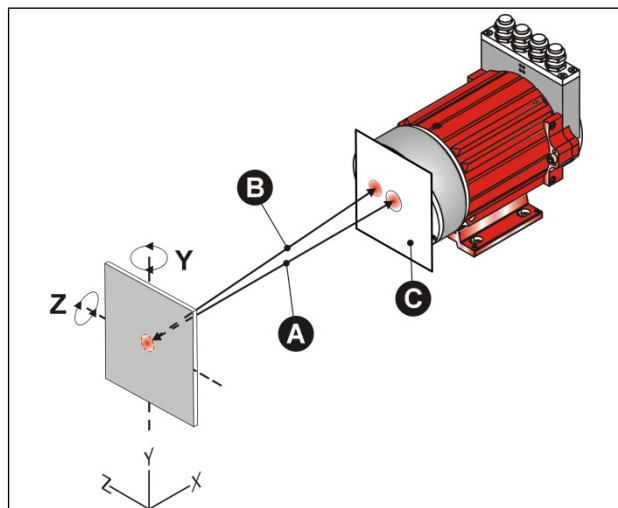
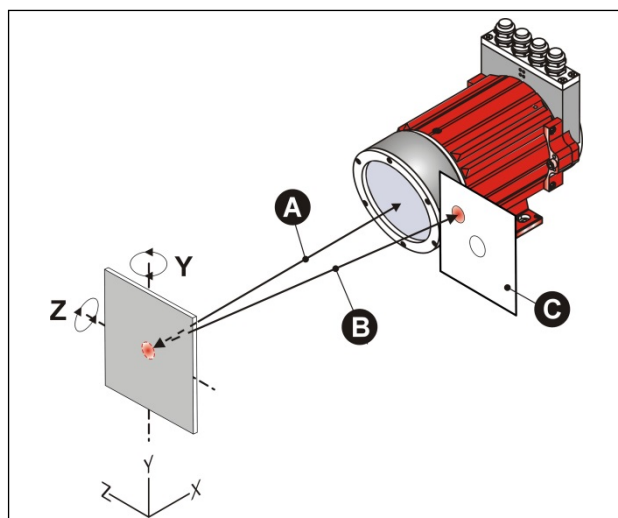

Abbildung 6: Ermittlung der Oberflächenreflektion
Abbildung 7: Wegleitung der Oberflächenreflektion
- **Abbildung 6: Ermittlung der Oberflächenreflektion:**
- Blatt-Papier (C) vor der Laseroptik so zentrieren, dass der Laserstrahl ungehindert durch ein ca. 2 cm großes Loch austreten kann. Das Störsignal (B) sollte jetzt auf dem Blatt-Papier (C) sichtbar werden. Zur besseren Auffindung des Störsignals (B) kann die Reflektorfolie auch etwas hin und her bewegt werden. Hierbei gilt: Einfallswinkel = Ausfallswinkel
- **Abbildung 7: Wegleitung der Oberflächenreflektion:**
- Reflektorfolie in der Y- oder in der Z-Achse so verdrehen, dass sich das Störsignal (B) sicher außerhalb der Laserlinse befindet. Die Neigung der Reflektorfolie dabei trotzdem möglichst gering halten, um Messfehler bedingt durch Fluchtfehler in der Verfahrensbewegung zu minimieren. Wandert der Lichtpunkt z.B. auf der Reflektorfolie hin und her, ergeben sich durch die Schrägstellung kleine Differenzen.